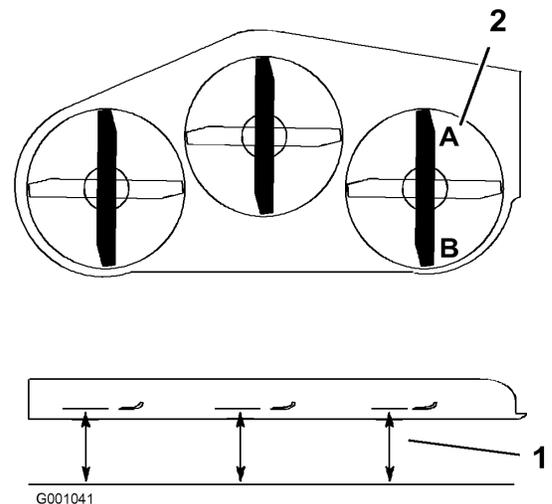

**Figura 61**
- Si las medidas realizadas en las posiciones **B** o **C** no son correctas, afloje el perno que fija la cadena trasera al brazo de soporte trasero (Figura 61).
- Afloje la contratuerca situada debajo del brazo de soporte trasero y ajuste el perno de ajuste hasta obtener una medida de 79 a 83 mm (Figura 61).
- Afloje las contratuercas de pivote delantero, en la parte delantera de los pivotes derecho e izquierdo, aproximadamente 13 mm (Figura 61).
- Ajuste las tuercas de elevación en el lado izquierdo y derecho de la máquina hasta obtener una distancia de 6 a 10 mm menos en la parte delantera en **A** que en la parte trasera, en **B** (Figura 61).